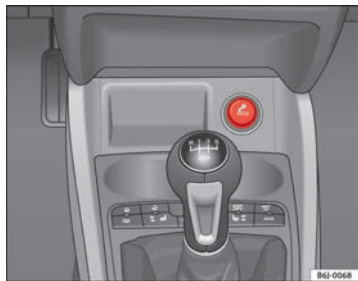

Fig. 86 Allume-cigare
- Enfoncez le bouton de l'allume-cigare ⇒ fig. 86 pour l'activer ⇒ ⚠.